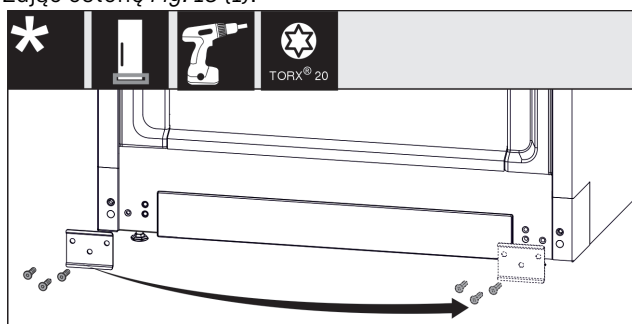

Fig. 19
- Odkręcić blaszkę Fig. 19 (1), przetrześć na drugą stronę i ponownie przykręcić.